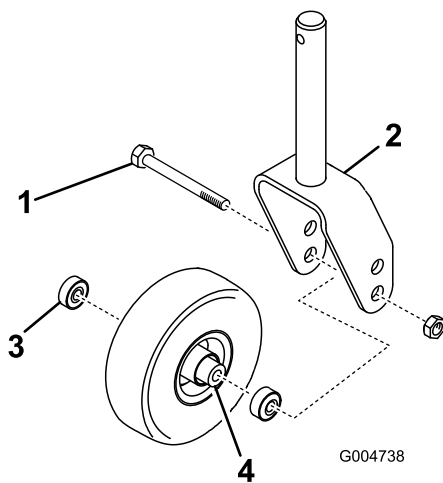

Figure 97
2. Maintenez la roue pivotante et sortez le boulon de la chape ou du bras pivotant (Figure 97).
3. Enlevez le roulement du moyeu de la roue et laissez tomber l'entretoise à l'extérieur (Figure 97).
4. Enlevez le roulement de l'autre côté du moyeu (Figure 97).
1. Retirez le contre-écrou du boulon qui fixe la roue pivotante entre la chape ou le bras de pivot (Figure 97).